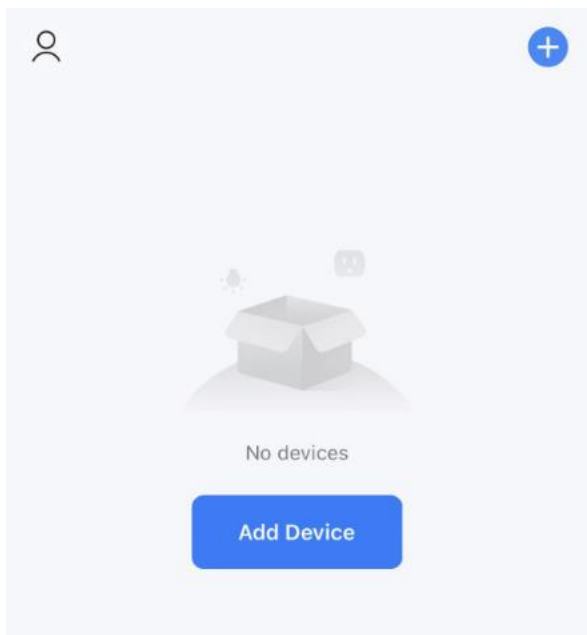
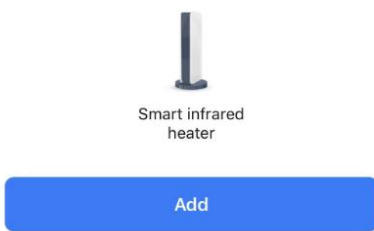
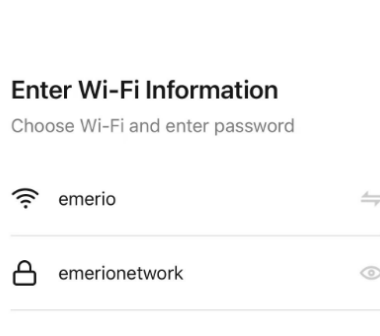
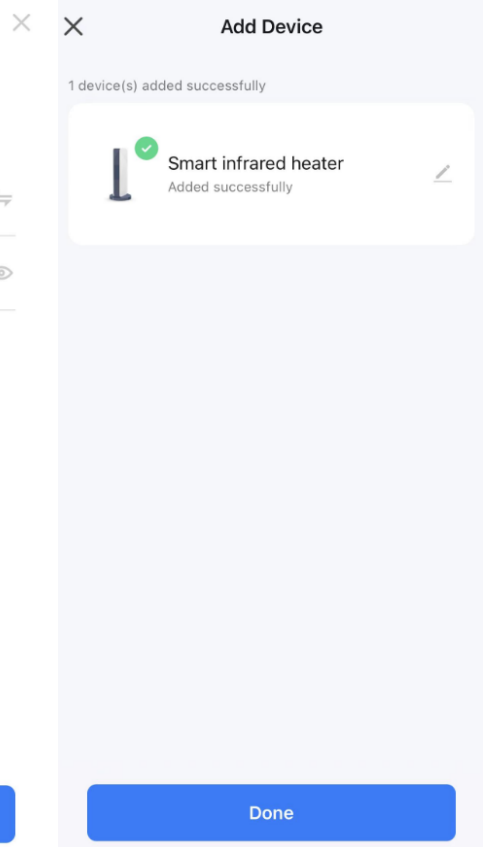

Fig. 1
Fig.8
Fig.9
Fig.10
2. Registrarsi o accedere al proprio account sull'app. Premere "+" in alto a destra o il pulsante "Add device" per aggiungere l'apparecchio (Fig. 1). **Nota:** quando la funzione Bluetooth sul proprio dispositivo mobile è attiva, l'apparecchio verrà rilevato automaticamente, come illustrato in Fig.8; premere "Add". Apparirà la schermata illustrata in Fig. 9; selezionare la rete Wi-Fi, inserire la password e premere "Next". Attendere che appaia la schermata illustrata in Fig. 10, quindi premere "Done". Ora è possibile controllare l'apparecchio tramite l'interfaccia visualizzata. Premere i pulsanti per impostare l'apparecchio. In alternativa, è possibile aggiungere manualmente il dispositivo come descritto di seguito.